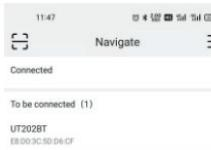

Рисунок 14
- Коротко нажмите кнопку , чтобы включить Bluetooth на UT202BT. Если UT202BT не подключён к приложению, на экране загорится мигающий символ Bluetooth. Откройте приложение iDMM2.0 на телефоне и перейдите к интерфейсу поиска. Приложение автоматически найдёт UT202BT по Bluetooth. После появления модели в списке (см. рис. 14), выберите "UT202BT" для подключения. Альтернативно можно отсканировать QR-код на корпусе прибора. После подключения на дисплее постоянно отображается значок Bluetooth. Далее становятся доступными функции: передача данных, отображение значений, управление кнопками и другие операции между iDMM2.0 и UT202BT.